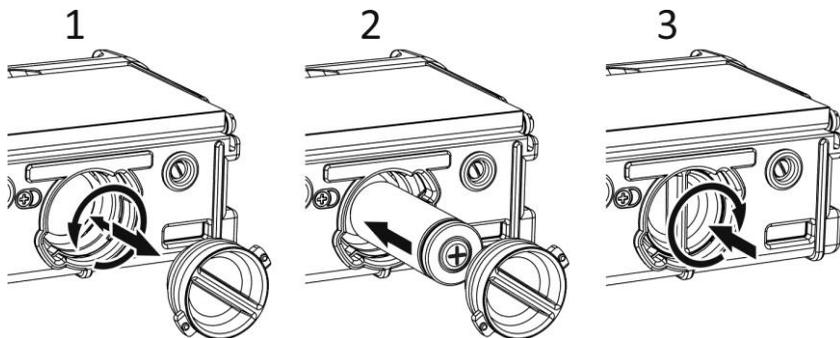

Рисунок 2.3 – Встановлення акумулятора у відсік живлення
2.2.4.1 Для встановлення акумулятора у відсік живлення (рис. 2.3):